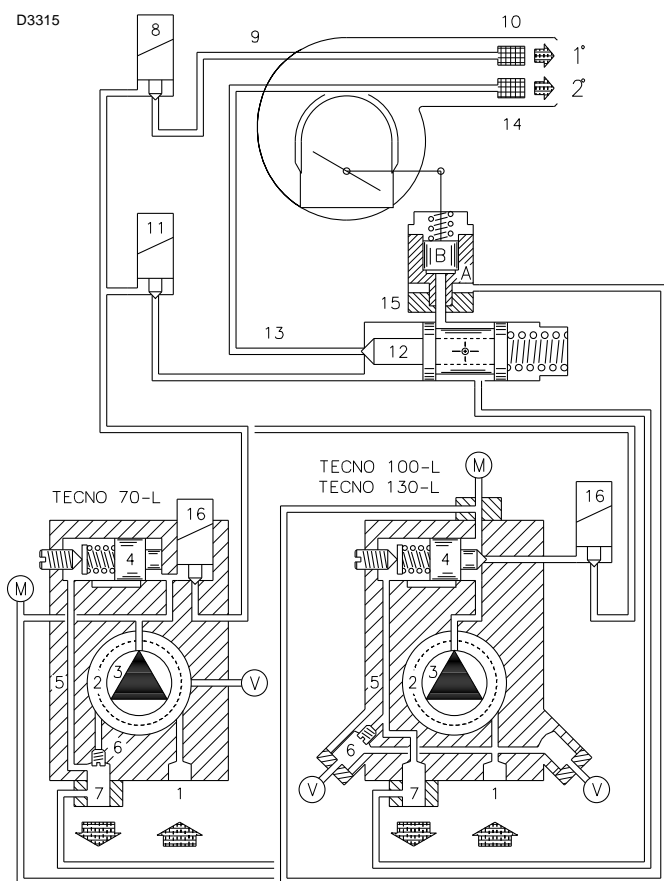

Fig. 27
7.2.1 Arranque do queimador (Fig. 26) - (Fig. 27)